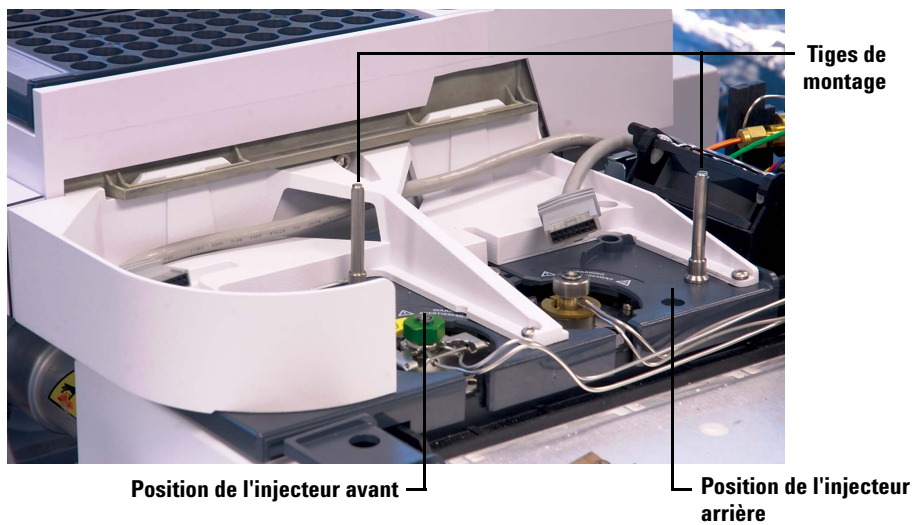

Figure 15 Installation des tiges de montage sur un CPG série 7890
- **CPG série 7890, CPG 7820A et DDM 7820.** Installez la tige de montage dans le cache-injecteurs à l'endroit de votre choix (avant ou arrière). La tige doit être entièrement enfoncée (voir Figure 15).